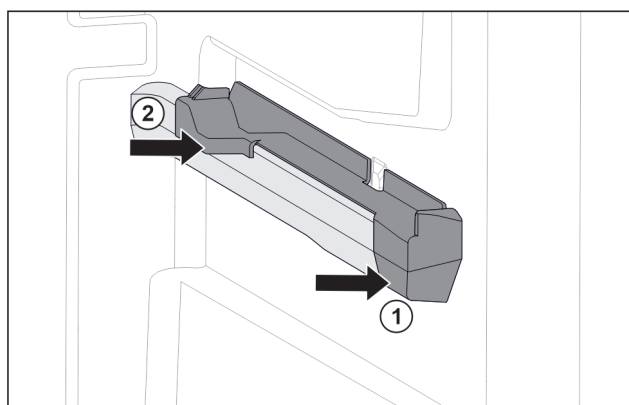

Fig. 63 Påsætningsdel på den højre beholderrist
- Sæt den forreste del af påsætningsdelen på beholderristen. Fig. 63 (1)
- Tryk den bageste del af påsætningsdelen på. Fig. 63 (2)